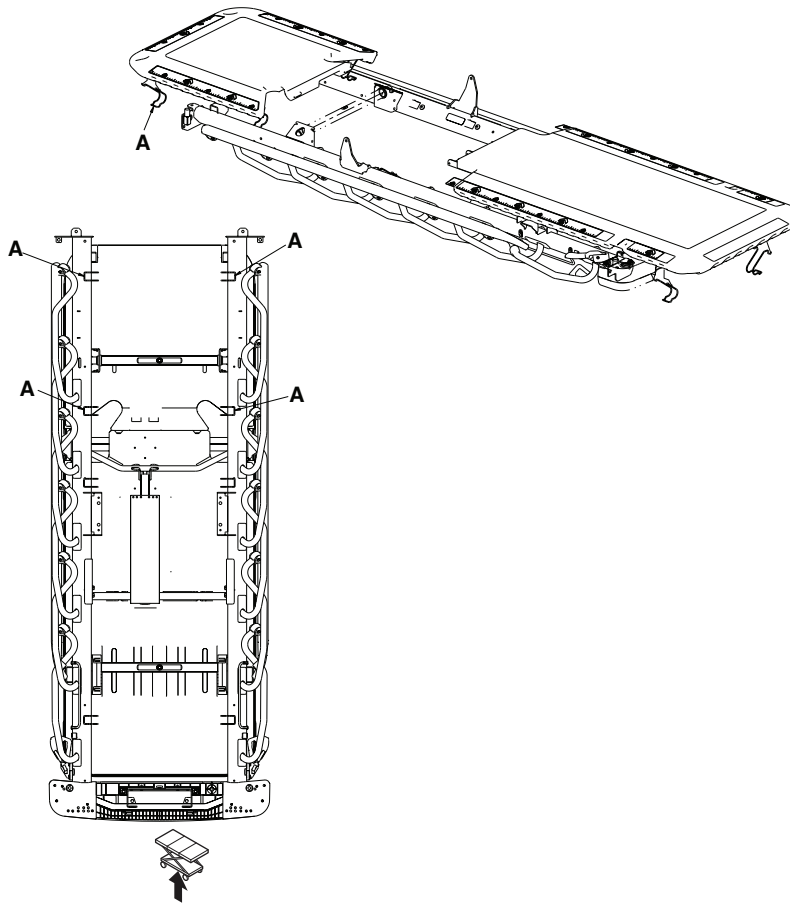

Figure 55 – Remplacement du panneau de radiographie
- Détachez les quatre clips à ressort (A) (sous le châssis du plan de couchage) qui fixent le panneau de la cassette radio de la tête au châssis du plan de couchage (Figure 55).